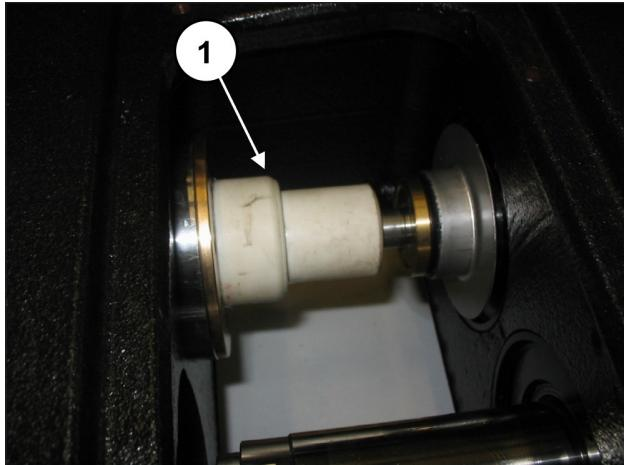

Fig. 141
Introducir la herramienta tampón (cód. 27516600 entre la guía del pistón y el pistón (pos. ①, Fig. 141).